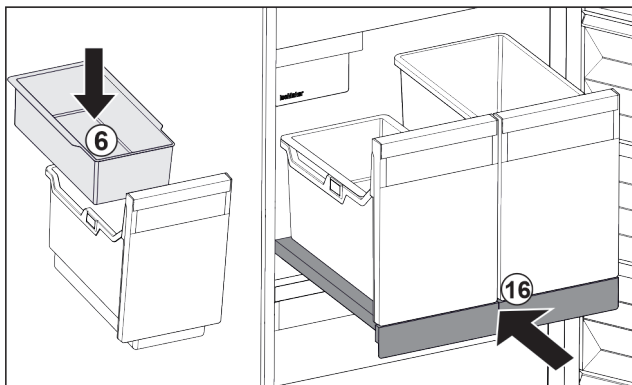

Fig. 130
- ▶ Sæt holderen i døren Fig. 130 (6) til isterninger i.
- ▶ Skub udtrækshylden med beholderne (IceTower) ind. Fig. 130 (16)